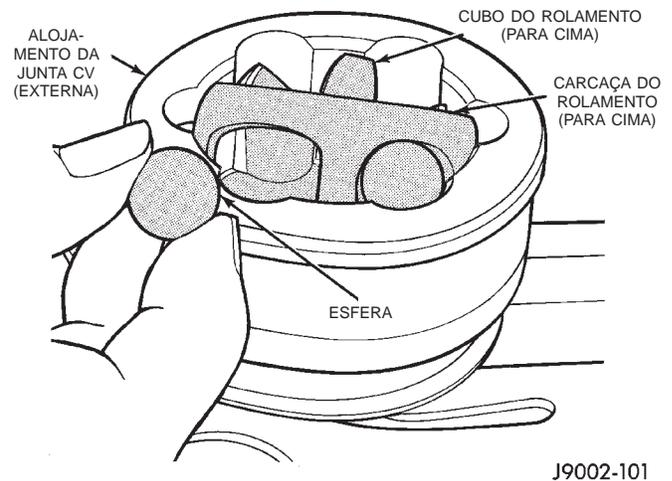

Fig. 22 Instalação da Esfera na Pista
(5) Aplique o lubrificante incluído na coifa de reposição nas pistas de esferas. Espalhe o lubrificante igualmente em todas as pistas. Um pacote de lubrificante é o suficiente para lubrificar a junta C/V completa.
(6) Incline o cubo do rolamento e a carcaça, e instale as esferas nas pistas (Fig. 22).